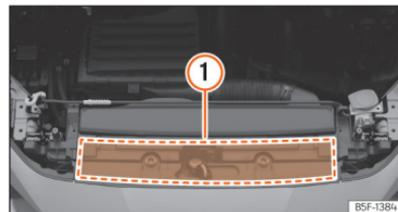

Abb. 227 Im Motorraum: Position des Aufklebers mit Motoröl-Spezifikationen
raums »» (Abb. 227) ① Bei Verwendung des empfohlenen Motoröls kann das Motoröl so oft wie erforderlich nachgefüllt werden.